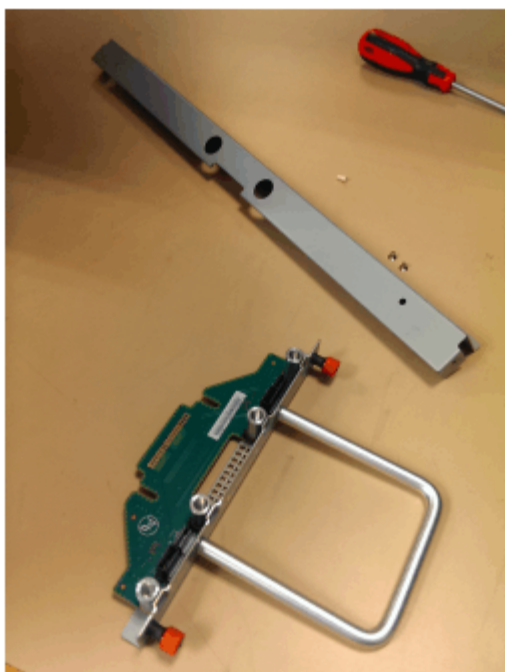

Figure 103. Pièces de carte d'interface de ventilateur du châssis
1. Assemblez la nouvelle carte d'interface de ventilateur, le couvercle et les vis du couvercle (voir la Figure 103, à la page 88) dans un endroit sûr.